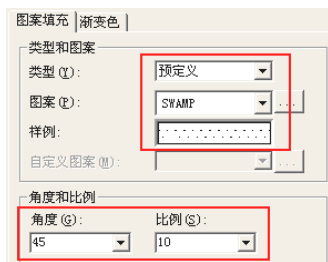
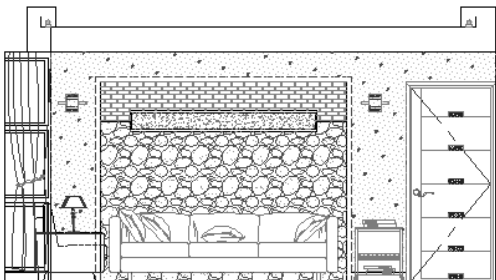

图 17.73 设置填充参数
图 17.74 填充结果
(21) 重复【图案填充】命令，设置填充图案类型以及填充比例如图 17.73 所示，为立面图填充如图 17.74 所示的图案。